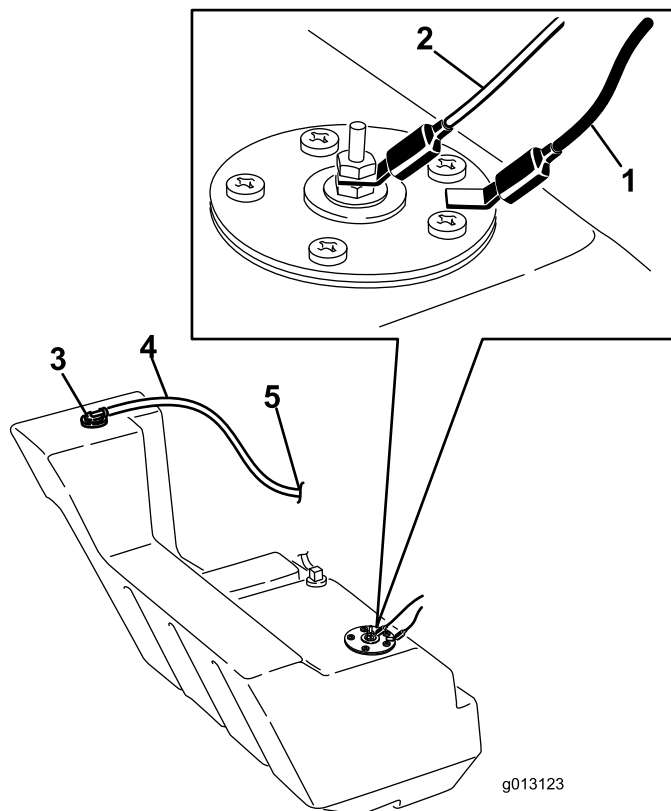

**Figura 65**
Utilizzando una torcia, aprite il cofano e ispezionate regolarmente l'area sotto il motore. Quando i detriti formano uno strato di 2,5–5 cm, completate la seguente procedura (fate riferimento alla Figura 65 per l'intera procedura):
5. Rimuovete i bulloni, le rondelle e le rondelle di bloccaggio che fissano le 2 zavorre laterali e rimuovete le zavorre (Figura 65).
8. Rimuovete i 6 dadi e bulloni che fissano il pannello posteriore; rimuovete il pannello (Figura 65).
10. Fate scivolare indietro il serbatoio carburante (Figura 65).
17. Fate scorrere parzialmente il serbatoio carburante nello chassis (Figura 65).
23. Riposizionate il pannello posteriore e fissatelo con i 6 bulloni e dadi rimossi in precedenza (Figura 65).
25. Montate i pesi laterali con le rondelle, i bulloni e le rondelle di bloccaggio precedentemente rimossi (Figura 65).